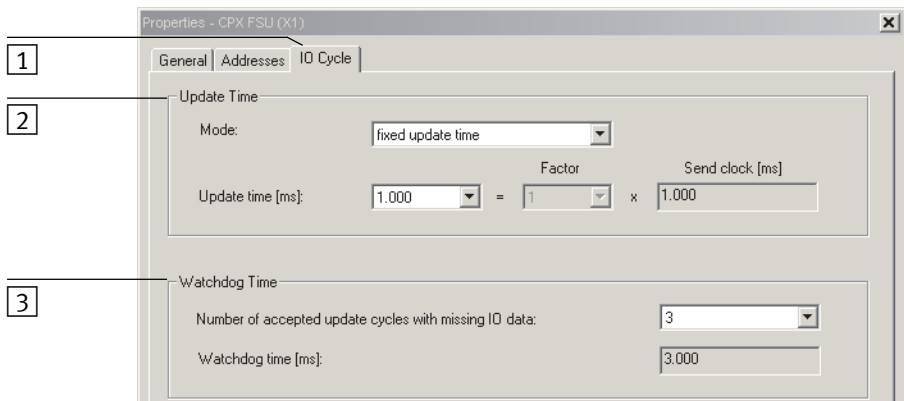

Fig. 2/6: Impostazioni “Fast-Start-up” – Adattamento del tempo ciclo I/O (tempo di aggiornamento)
8. Posizionare il segno di spunta davanti a “Accelerazione prioritizzata” (Prioritized startup) [2] nella finestra “Properties – CPX” (proprietà – CPX, vedi Fig. 2/5).
9. Selezionare il registro “Ciclo IO” (IO Cycle, [1] in Fig. 2/6).